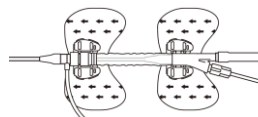

図 5. IABP 固定具使用による固定
- (9) シースキャップについての翼部および分岐部についての翼部を患者に縫合または IABP 固定具を用いて固定する。(図 5 参照)